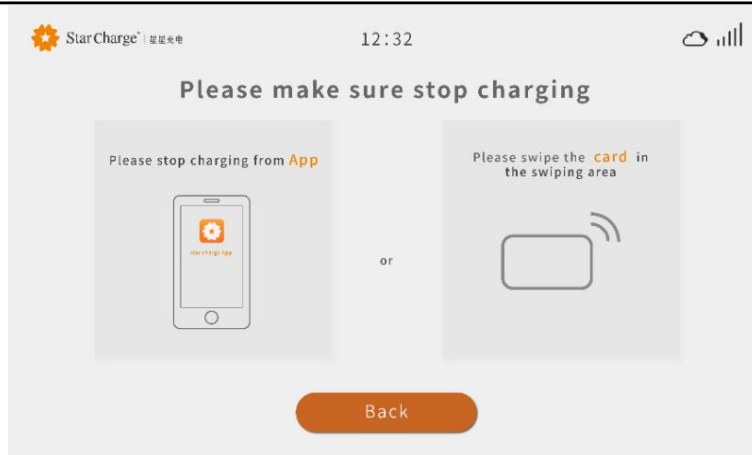

Abbildung 3-5 Laden per Karte
**Schritt 5**: Wischen Sie über die Karte, um den Ladevorgang zu stoppen: Klicken Sie auf die Schaltfläche „Stopp“, wie in Abbildung 3-3 dargestellt, und geben Sie den Stopp ein Ladeschnittstelle an, wählen Sie den Kartendurchziehmodus und ziehen Sie die Karte erneut durch, um den Ladevorgang zu stoppen, wie gezeigt in Abbildung 3-5.